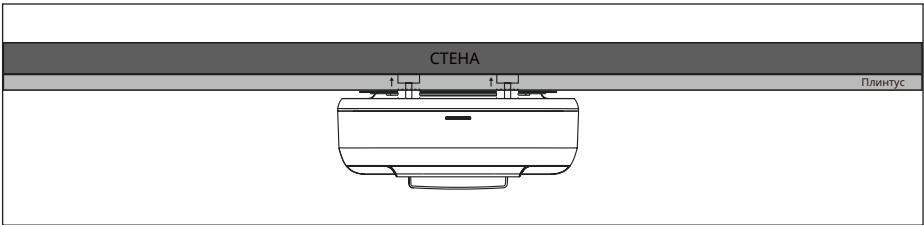

Рис. 2
3. На задней стороне зарядной станции расположены две ручки для фиксации станции у стены (см. рис. 2). С помощью ручек зафиксируйте зарядную станцию у стены, отрегулировав их положение так, чтобы она была параллельна стене и надежно закреплена. После размещения зарядной станции убедитесь, что ее передняя часть направлена вперед, и подключите ее к источнику питания.